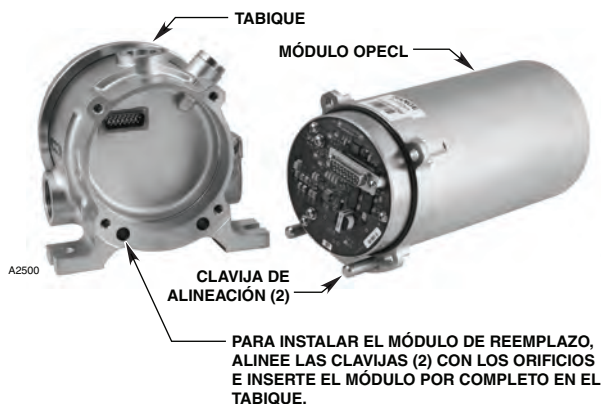

Figura 24: Módulo OPECL extraído del tabique
5. Alinee las dos clavijas del módulo de reemplazo con los dos orificios del tabique e inserte el módulo en posición derecha en el tabique. Consulte la figura 24.